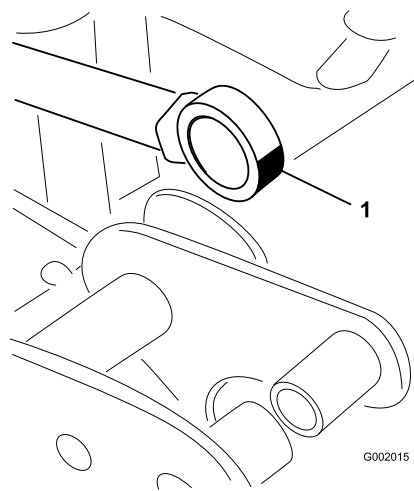

図 50
5. アクチュエータ・ロッドのベアリング端部を動かしながらベアリング内部にグリスを注入する(図 50)。はみ出したグリスはふき取る。